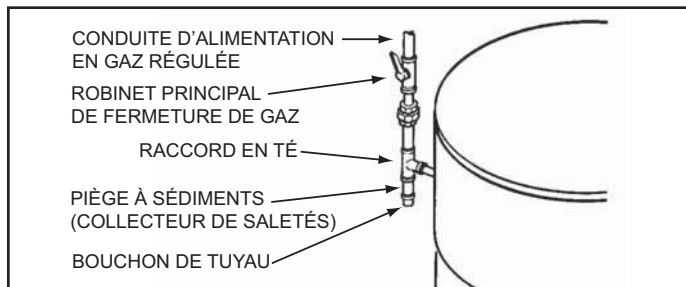

Figure 51
S'assurer que tout le tuyau de gaz est propre à l'intérieur avant l'installation. Pour piéger toute saleté ou tout corps étranger dans la conduite d'alimentation en gaz, un collecteur d'impuretés doit être installé comme l'indique la Figure 51. Le collecteur d'impuretés doit être facilement accessible et ne pas être soumis aux conditions de gel. Installer conformément aux recommandations de compagnie du gaz locale.
7. Installer un collecteur d'impuretés comme l'indique la Figure 51 à la page 38.
8. Installer un robinet d'arrêt de gaz principal dans la conduite d'alimentation de gaz comme l'indique la Figure 51 à la page 38.
du système de tuyauterie d'alimentation en gaz pendant les tests, voir la Figure 51 à la page 38. La conduite d'alimentation en gaz doit être bouchée lorsqu'elle est déconnectée du chauffe-eau.